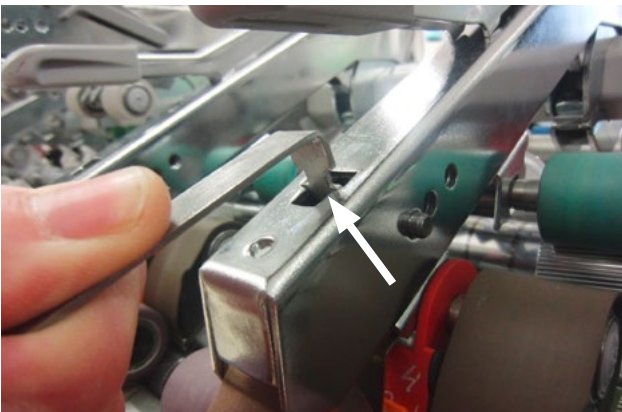

Abb. 10
- Führen Sie die Prüflehre in die Aussparung ein (Abb. 10).